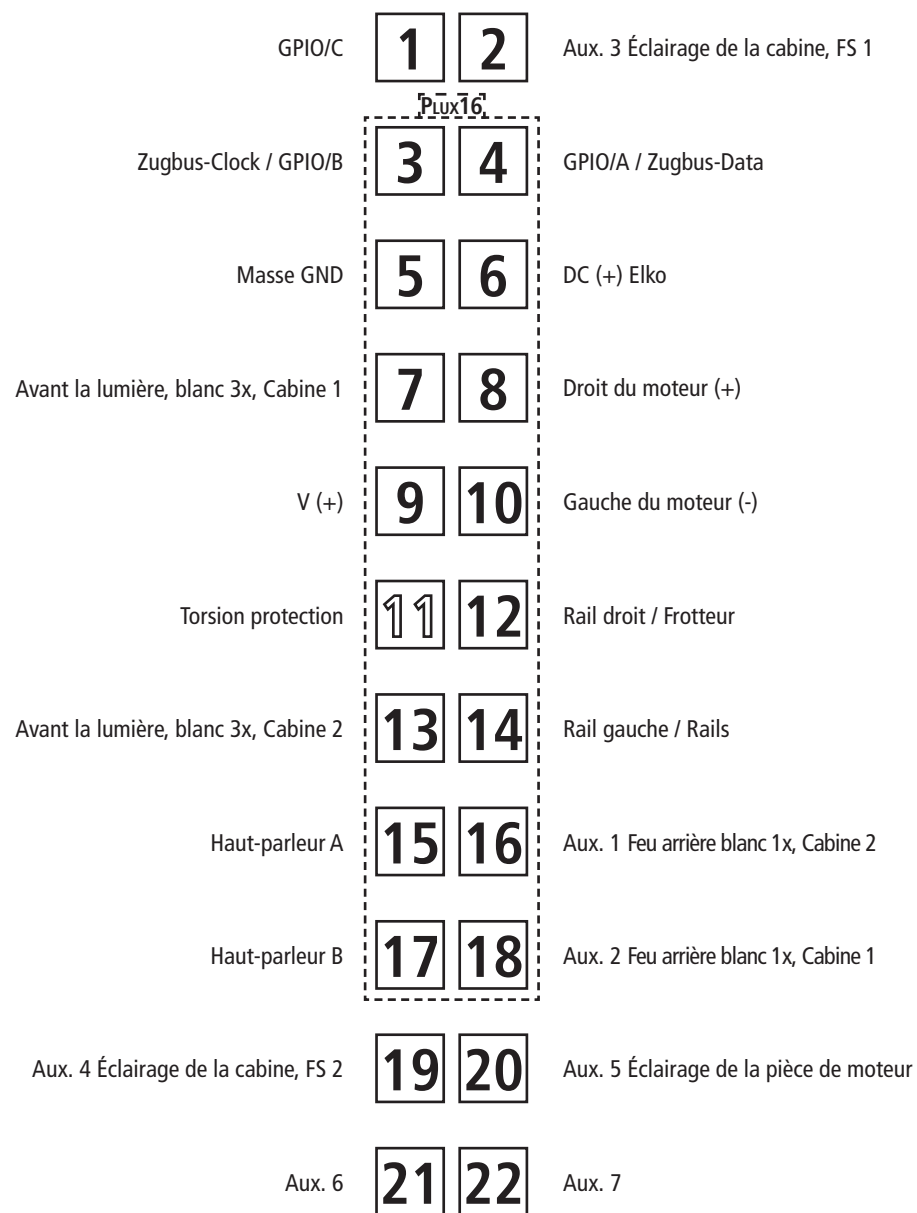
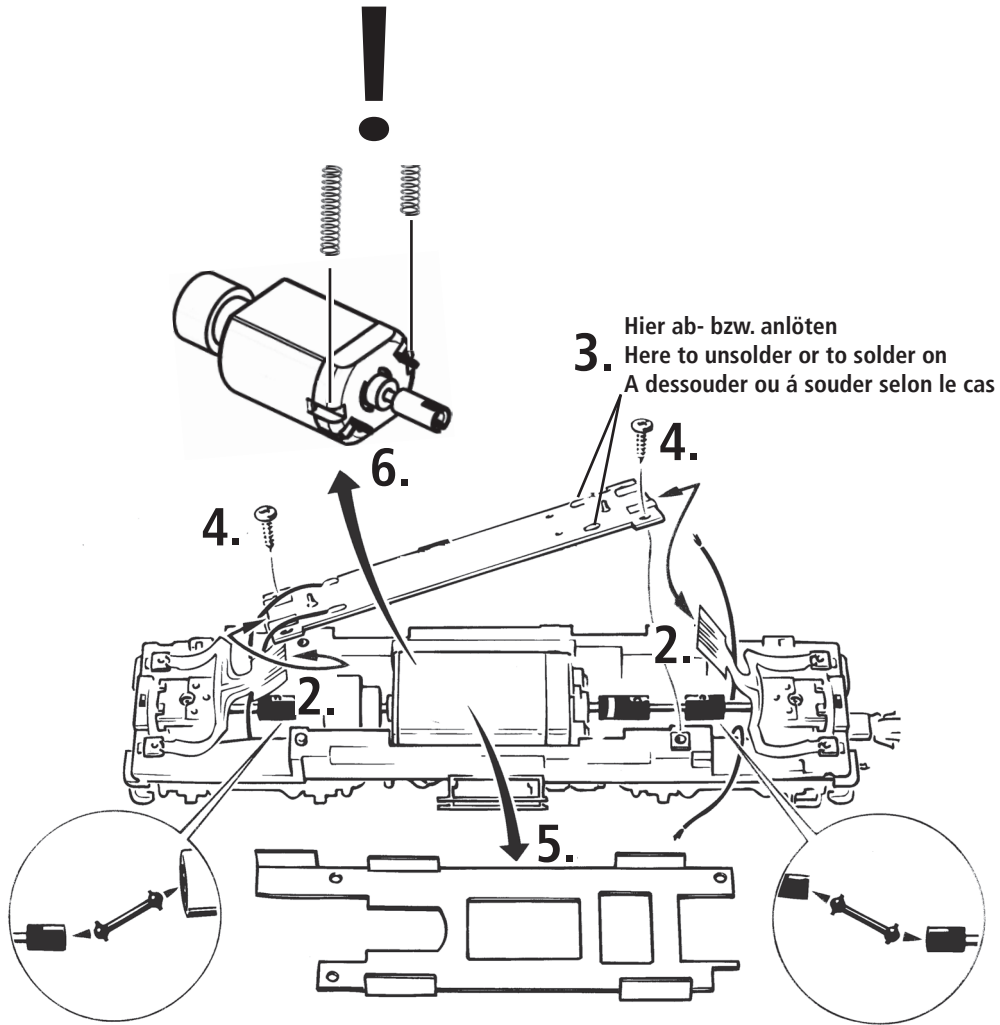
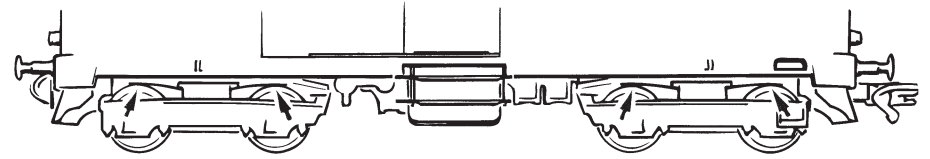

Fig. 6
Fig. 7
Fig. 5
**2. Schmierung:** Versehen Sie die im Schmierplan in Fig. 7 gekennzeichneten Stellen mit nur **kleinen Öltropfen**. Dazu zuerst das Lokgehäuse abnehmen (Fig. 5). Wir empfehlen den **ROCO Öler Art.-Nr. 10906**. Fürs Schmieren der Getriebeteile (Zahnräder, Schnecke) empfehlen wir das **ROCO-Spezialfett Art.-Nr. 10905**. Im Falle der Schmierung diese Teile **nicht ölen**.
**4. Motorwechsel:** Lokgehäuse abnehmen (Fig. 5). Danach wird der Motor ausgebaut und ausgetauscht (Fig. 6).
**2. Lubrication:** Apply **tiny oil drops** to spots marked in fig. 7. Prior to lubrication dismantle locomotive (fig. 5). We recommend using item no. **10906, Roco oiler**. For lubrication the gearparts (e.g. cogwheels, worm) we would recommend our Roco **special grease** (item no. **10905**).
**4. Motor Changing:** First remove loco body (fig. 5), and then the motor (fig. 6).
**1. Nettoyage des lames de courant aux roues:** Les lames de contacts risquent de s'encrasser rapidement sur des voies poussiéreuses. Veuillez **enlever la poussière** aux endroits marqués à la fig. 6 à l'aide d'un petit pinceau souple.
**2. Graissage:** N'appliquez **qu'une toute petite goutte** aux endroits indiqués par le plan de graissage (fig. 7) après avoir démonté la caisse de la locomotive (fig. 5). Nous vous recommandons **le graisseur à huile Roco réf. 10906**. Pour graisser les engrenages (roues dentées, vis sans fin) nous vous conseillons la **graisse spéciale Roco réf. 10905** pour engrenages en matières synthétiques. Lorsque vous utilisez cette graisse il faut éviter d'huiler ces composants.
**4. Remplacement du moteur:** Démontez la caisse (voir fig. 5). Démontez ensuite le moteur (fig. 6).
voir } Fig.5